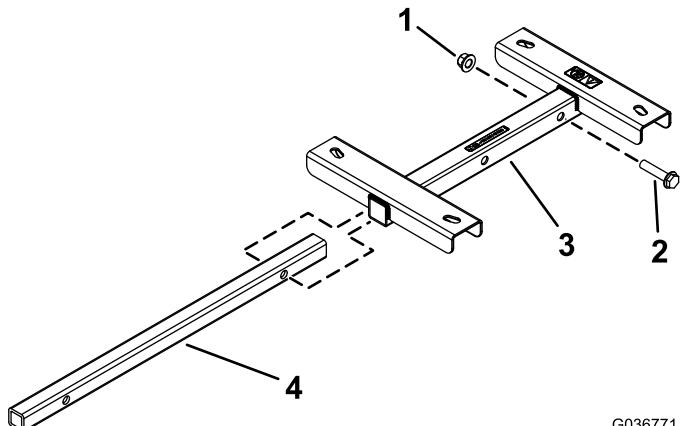

Figura 1
1. Inserite il supporto del tubo nel supporto per avvolgitubo fino a quando i fori nel supporto del tubo non sono allineati con i fori più distanti nel supporto per avvolgitubo (Figura 1).
2. Fissate il supporto del tubo al supporto per avvolgitubo con la vite a testa esagonale (1/2" x 2 1/4") e il dado di bloccaggio (1/2") come illustrato nella Figura 1.